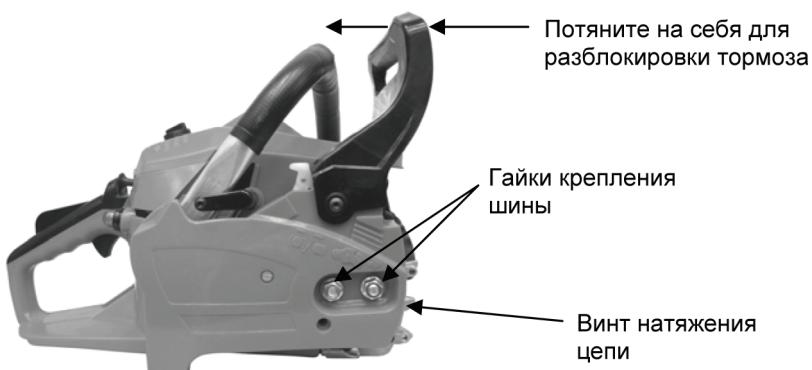

Рис. 3
- Перед установкой шины и цепи убедитесь, что инерционный тормоз цепи разблокирован. Для этого потяните ручку инерционного тормоза на себя (Рис. 3).
- Комбинированным ключом (входит в комплект) открутите гайки крепления шины (Рис. 3) и снимите крышку сцепления.
- Крутите винт натяжения цепи (Рис. 3) против часовой стрелки до тех пор, пока палец натяжения цепи не встанет в крайнее левое положение.